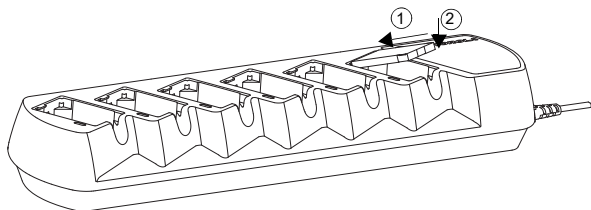
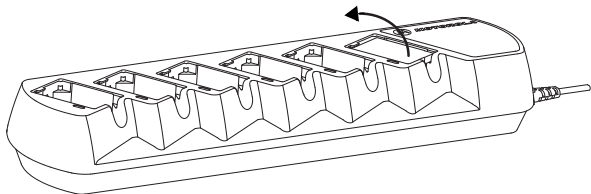

Abb. 4: Einschieben des Akkus in die Ladeschale
Abb. 5: Entnehmen des Akkus aus der Ladeschale
4. Zum Laden eines Akkus setzen Sie ihn wie folgt in das Ladegerät ein (siehe Abb. 4 und Abb. 5):